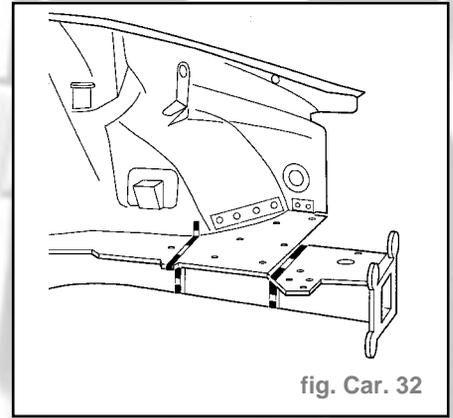

fig. Car. 32
- Définir la ligne de coupe sur le longeron AV en fonction de l'endommagement (fig. Car. 32).